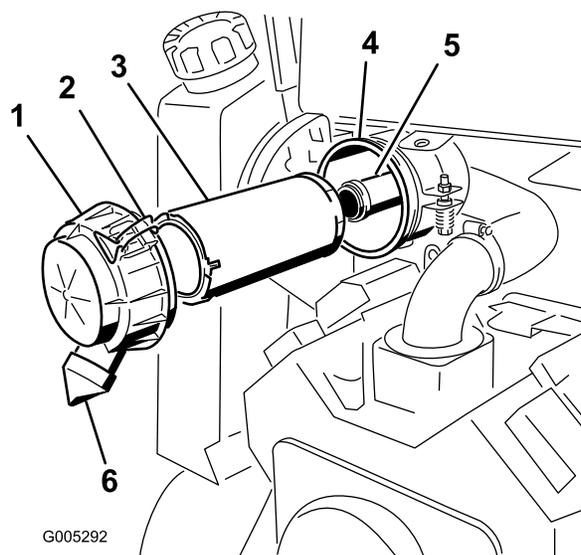

Рисунок 20
2. Освободите защелки воздухоочистителя и отделите крышку от корпуса воздухоочистителя (Рисунок 20).
6. Аккуратно извлеките фильтр грубой очистки из корпуса воздухоочистителя и удалите его в отходы (Рисунок 20). Старайтесь не ударить фильтр о боковую поверхность корпуса.
7. Если производится также замена и фильтра тонкой очистки, аккуратно извлеките его из корпуса воздухоочистителя и удалите его в отходы (Рисунок 20). Старайтесь не ударить фильтр о боковую поверхность корпуса.
(Рисунок 20). Плотно надавливая на наружный обод фильтра во время его установки, обеспечьте, чтобы он был посажен до отказа.
- Осторожно вставьте его в корпус воздухоочистителя (Рисунок 20) фильтр грубой очистки. Плотно надавливая на наружный обод фильтра во время его установки, обеспечьте, чтобы он был посажен до отказа.
- Установите крышку, проставку и закрепите их гайкой крышки (Рисунок 20). Затяните гайку с моментом до 11 Нм.
- Установите крышку воздухоочистителя так, чтобы резиновый выпуск указывал положение от 5:00 до 7:00 часов (если смотреть с торца)(Рисунок 20) и закрепите ее защелками.